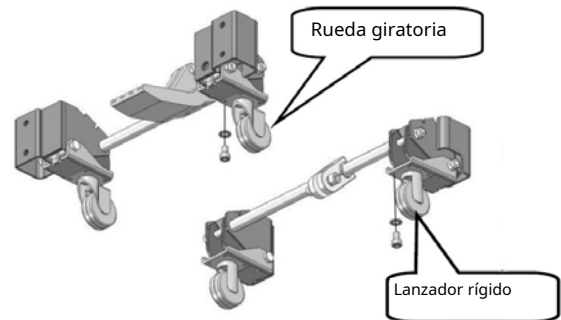

Fig.8: Montaje de los rodillos de transporte
Paso 3: Coloque las 2 ruedas giratorias (Fig.8) en la rueda delantera soporte usando los tornillos de cabeza y las arandelas.
Paso 4: Coloque las 2 ruedas rígidas (Fig.8) en la rueda delantera soporte con tornillos y arandelas.